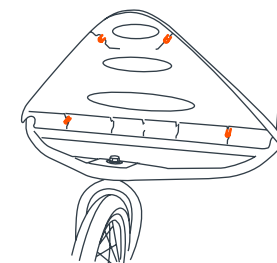

Fig. 5a
- 5) Examiner le bas du pare-chocs. Vous remarquerez cinq tubes de plastique de 1/4 de pouce de diamètre qui saillent de la base (Fig. 5a).